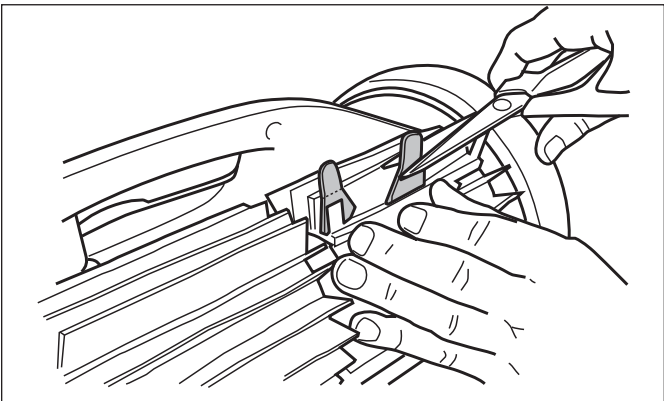

Figure 30. Couper les onglets
5. Utiliser des ciseaux pour couper les onglets à 19 mm (¾ po) du talon afin qu'ils ne dépassent pas les pointes (Figure 30).